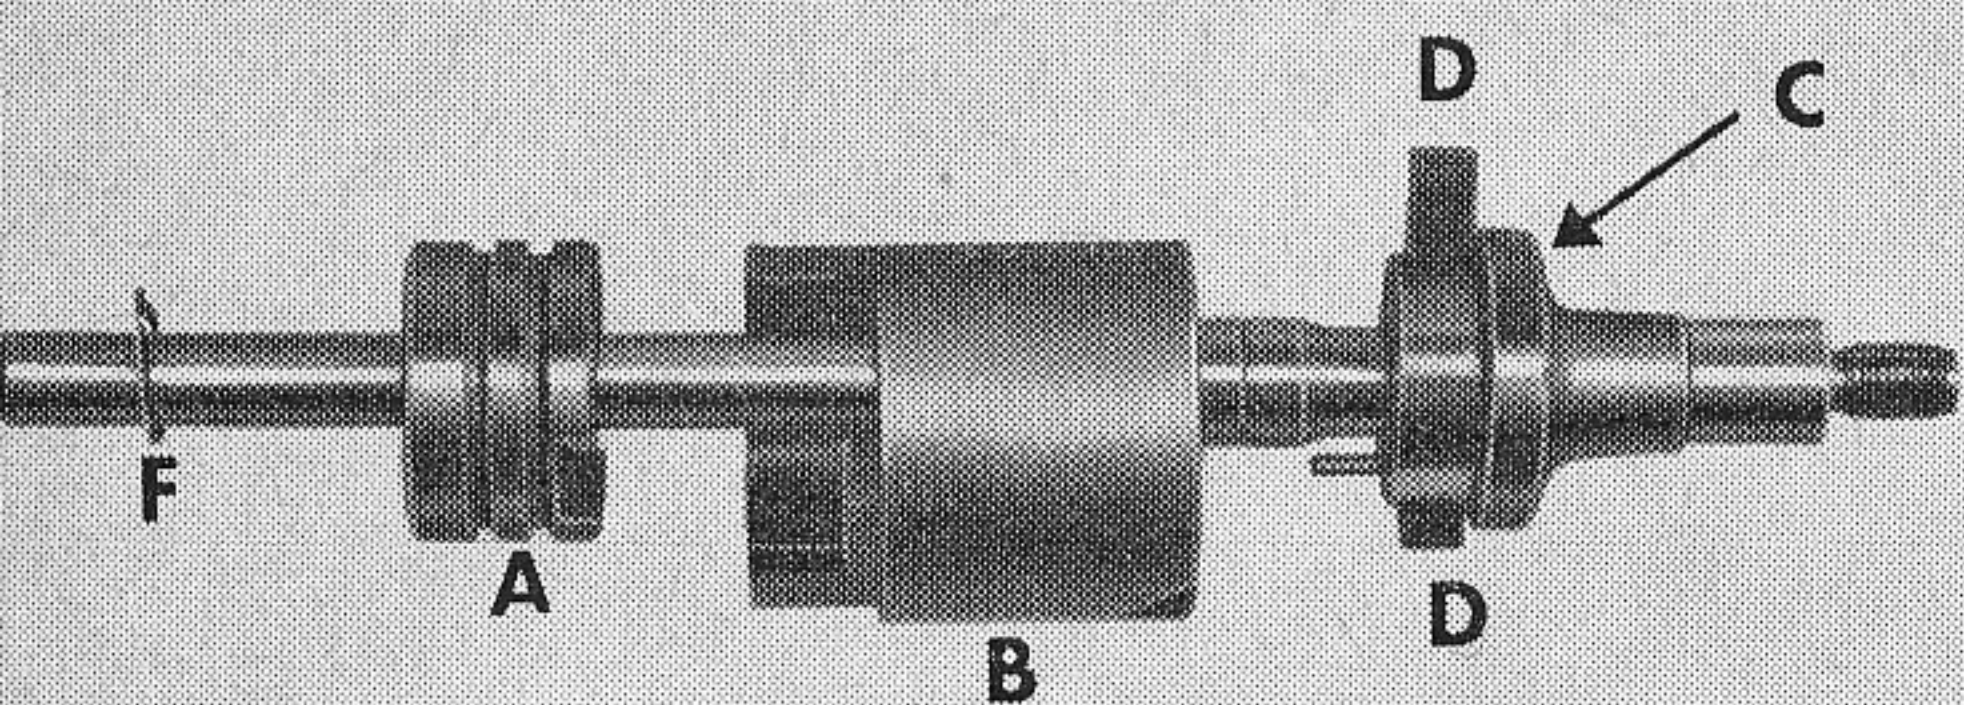

Bild 63
Der montagegemäße Aufbau der Fußschaltwelle ist auf Bild 63 dargestellt. Im Klinkenträger (C) befinden sich die beiden Schaltklinken (D) mit Feder. Über diese greift die Schaltglocke (B) und oberhalb der Schaltglocke befindet sich der Klinkenabweiser (A) mit Rückholfeder. Das Ganze wird durch den Seegerring (F) gehalten. Bei Schäden an der Fußschaltwelle sind komplette Austauschwellen lieferbar, jedoch kann auch die Rückholfeder als Einzelteil bezogen werden (Bild 63).